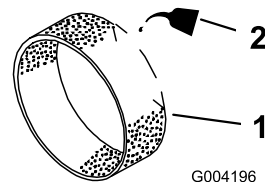

図 16
3. 乾いたらプレ・フィルタにエンジン・オイルを 30-60 ccほど含ませる(図 16)。